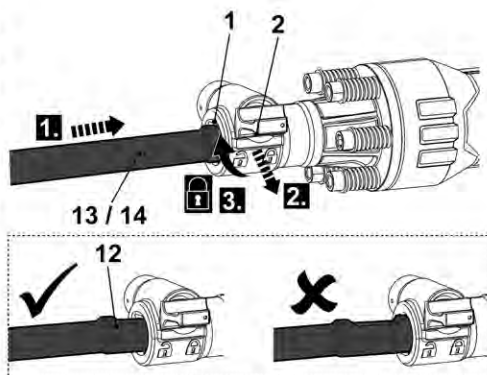

Fig. 2
>Insira um cinzel (13, 14) até o batente no mandril (1) com a folga na haste da ferramenta (12) na parte superior (Fig. 2, etapa 1).
>Puxe e gire o o parafuso de bloqueio (2) em 180 ° para travar o cinzel (13, 14) (Fig. 2, etapa 2, 3).